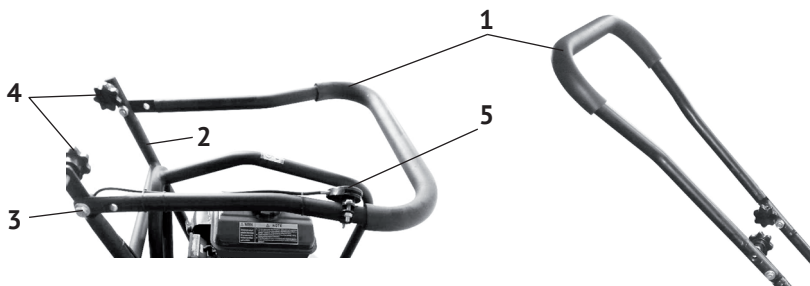

рис.2
- повернуть верхнюю часть рукоятки управления (рис.2 поз.1), из транспортного положения в рабочее, ослабив болтовые соединения (рис.2 поз.3);
- совместив крепёжные отверстия верхней и нижней части рукоятки скрепить их винтами-барашками (рис.2 поз.4);
- прикрепить (если не установлен) двумя хомутами к верхней части рукоятки рычаг дроссельной заслонки (рис.2 поз.5).